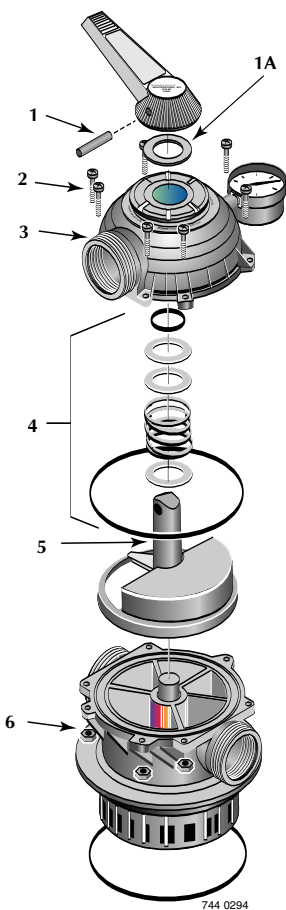

Fig. 12A: Démontage de la vanne.
3. Déposer la goupille d'immobilisation (Réf. 1, Figures 12A et 12B) pour désolidariser la poignée. Si la goupille ne peut pas être enlevée à la main, utiliser un marteau et un pointeau et la chasser en tapant légèrement dessus.
- A. Déboucher toutes les vis et tous les écrous (Réf. nos 2 et 6, Figures 12A et 12B).